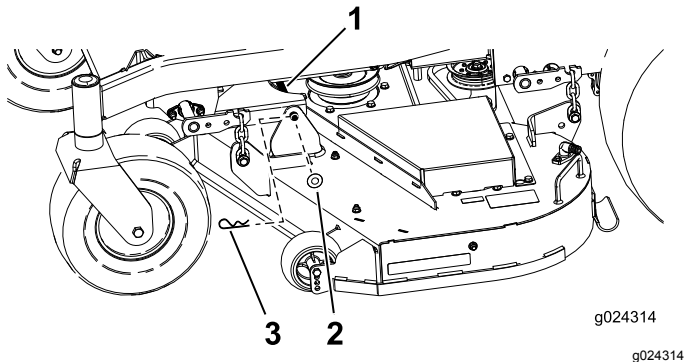

Figure 66
1. Retirez la goupille fendue et la rondelle qui fixent la barre de liaison au cadre et au tablier, et enlevez la barre de liaison (Figure 66).
9. Fixez la barre de liaison avec les goupilles fendues et les rondelles retirées précédemment (Figure 66).